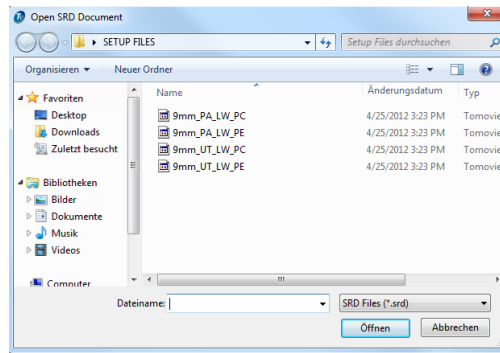

Abbildung 4-2 Dialogfeld Open SRD Document
2. Wählen Sie im eingblendeten Dialogfeld **Open SRD Document** die .srd-Datei zum Hochladen aus und klicken Sie dann auf **Öffnen** (siehe Abbildung 4-2 auf Seite 241.)